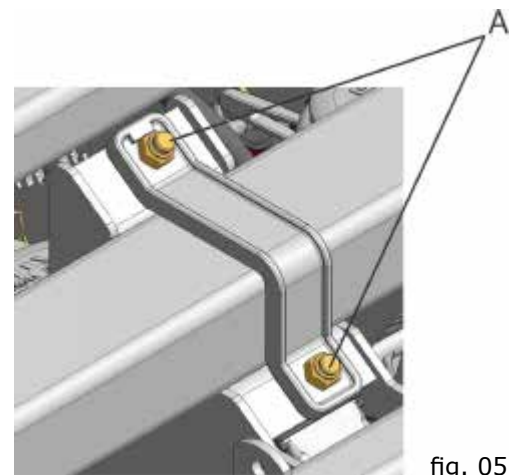
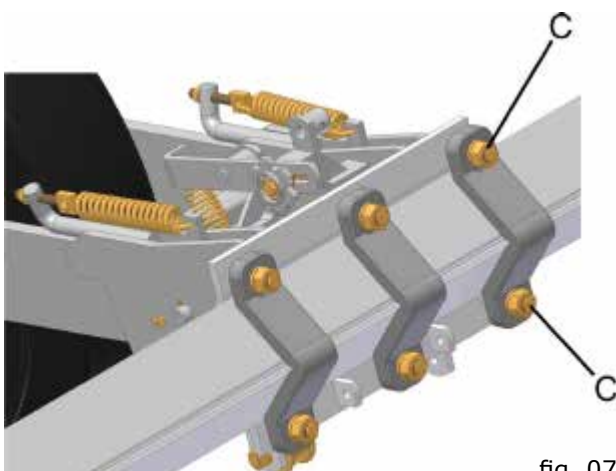
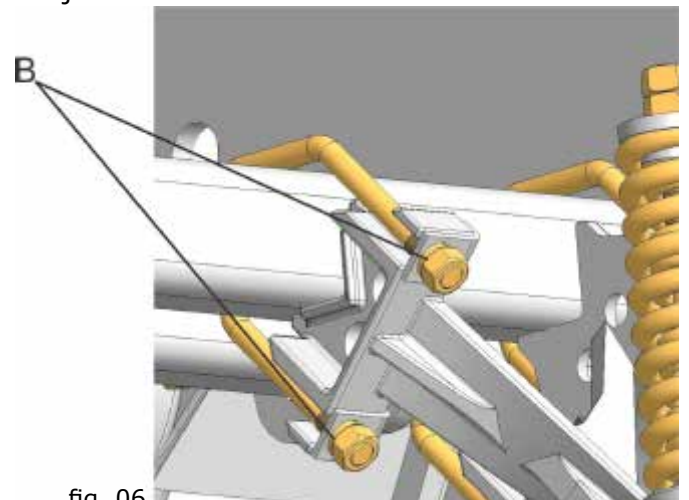

fig. 05
fig. 07
fig. 06
- 6- Afrouxe as porcas e parafusos das abraçadeiras: suporte da linha pantográfica (A) (fig. 05), do suporte da linha de adubo (B) (fig. 06), do suporte do rodado (C) (fig. 07);